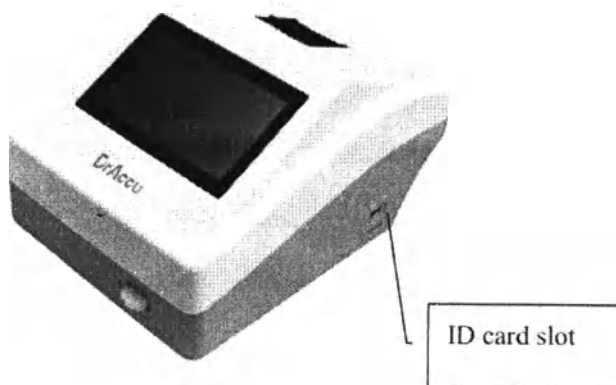

Рис. 25 Разъем анализатора для ID карты
- 2) Вставьте ID карту в разъем анализатора (ID card slot), как показано на рис. 25.